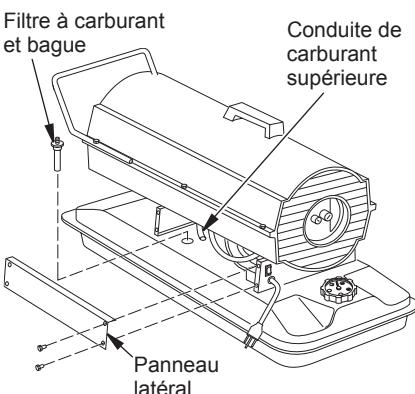

Figure 19 - Retrait du filtre à carburant Modèles 40/55/70
3. Dégagiez la conduite de carburant supérieure du collet du filtre à carburant (voir figure 19 ou 20).
- Retirez les 4 vis du panneau latéral avec un tourne-écrou de 5/16 po. Retirez le panneau latéral (voir figure 19 ou 20, page 11).
- Remettez le panneau latéral en place (voir figure 19 ou 20, page 11).
2. Retirez les vis du panneau latéral à l'aide d'un tourne-écrou de 5/16 po (voir figure 19 ou 20, page 11).